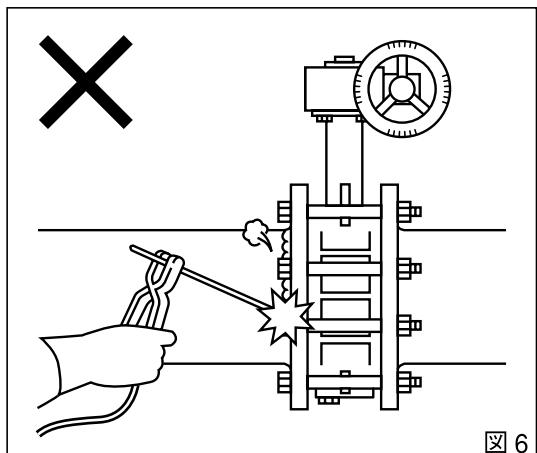

図 6
- 法兰ジ溶接時の注意：配管法兰ジを溶接する場合、バルブの取り付けは、法兰ジの温度が十分に下がってからにしてください（素手でさわれる程度）。また、バルブを取り付けた状態で法兰ジ溶接、溶接補修は絶対に行わないでください。（図6）